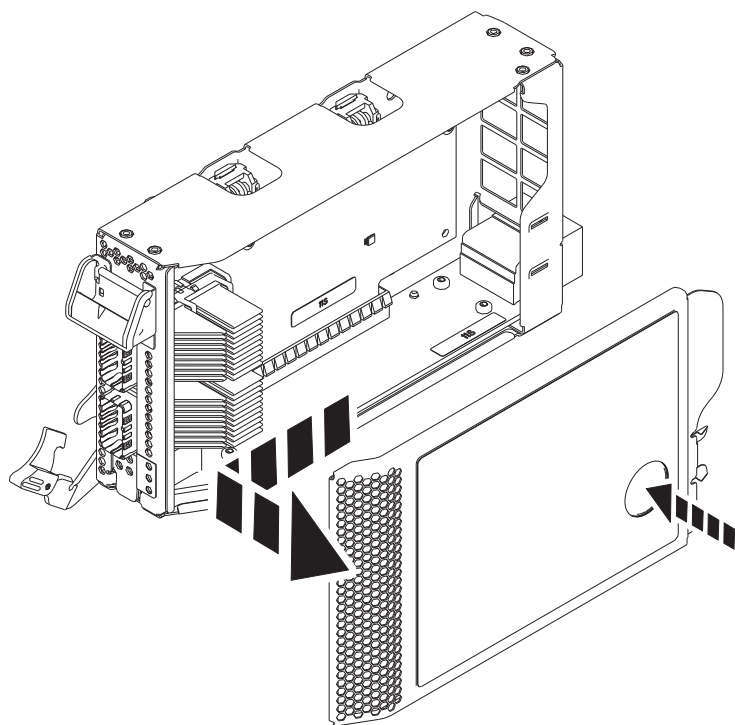

Figura 3. Extracció de la coberta del casset de l'adaptador PCIe
- a. Premeu el botó de color terracota de la coberta del casset tal com es mostra a la Figura 3 per desenganxar la coberta del casset.